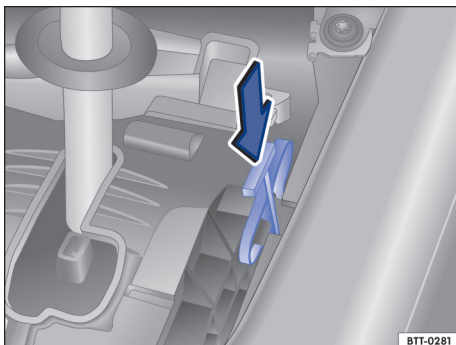

Fig. 136 Destravamento de emergência do bloqueio da alavanca seletora (variante 2).
- **OU:** pressionar a alavanca de destravamento na direção da seta e manter nesta posição (variante 2) → Fig. 136.